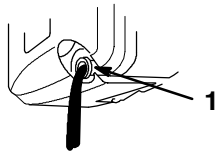

Figure 19
5. Basculez la tondeuse sur le côté **gauche** (filtre à air en haut) pour permettre à l'huile de s'écouler dans un bac de vidange (Fig. 19).